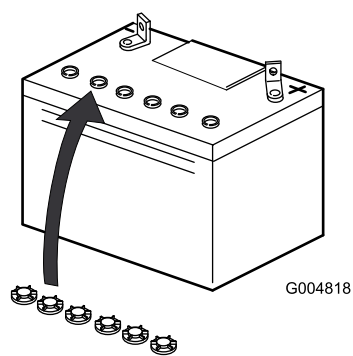

Figure 5
6. Remettez les bouchons de remplissage (Figure 5).